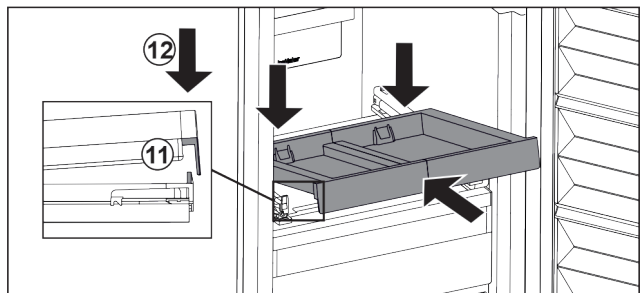

Fig. 22
- ▶ Вставити навкосо. Звертайте увагу, щоб з обох боків упор був за накладкою. Fig. 22 (11)
- ▶ Витяжну панель опустити спереду. Fig. 22 (12)